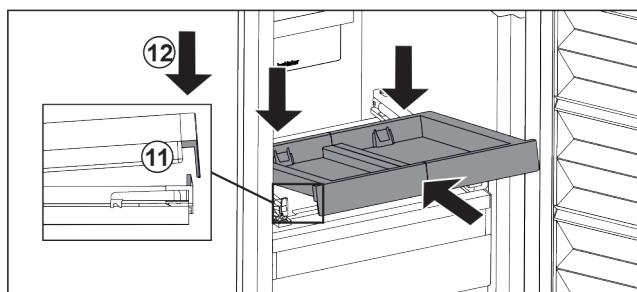

Fig. 27
- Zasuňte ju šikmo. Dbajte na to, aby sa na oboch stranach doraz nachádzal za sponou. Fig. 27 (11)
- Zložte vyťahovaci poličku vpred. Fig. 27 (12)